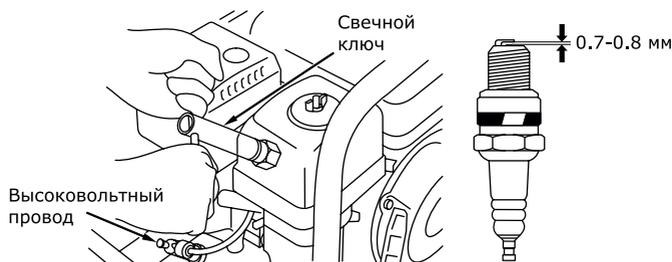

Рис. 18
- Выверните свечным шестигранным ключом (входит в комплект поставки) и осмотрите свечу (рис. 18). Юбка свечи (между керамической частью и металлической частью) должна иметь желтовато-коричневый цвет.
- Проверьте величину зазора между заземляющим и центральным электродами, используя специальный щуп. При необходимости установите зазор 0,7 – 0,8 мм (рис. 18). Установите свечу зажигания в двигатель и надежно затяните. Недостаточная затяжка свечи зажигания может привести к ее перегреву и повреждению двигателя. Рекомендуется использовать качественные свечи марки BPR4ES – BPR7ES (B – диаметр резьбовой части 14 мм; P – с выступающим носиком изолятора; R – с керамическим резистором для подавления радиопомех; 4-7 – тепловой номинал; E – длина ввернутой части 19 мм; S – стандартный тип) производства японской компании NGK или аналогичные.